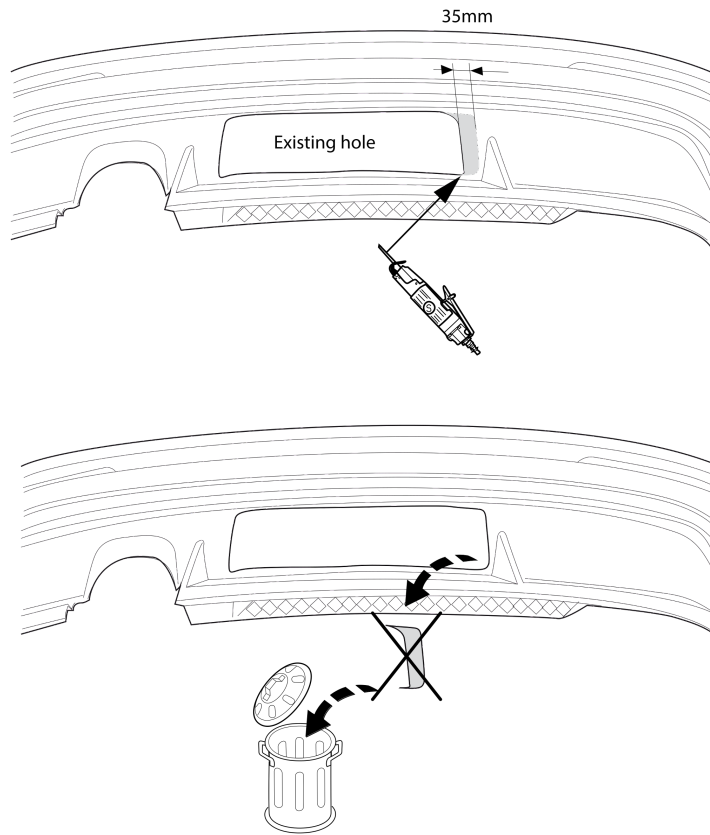

Fig. 3
6. Внимание! При необходимости: Выпилить обозначенные части, как указано на рис. 3 & 4.